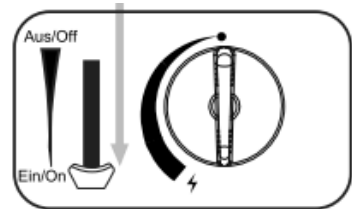

Abb. 7
3. Drücken Sie anschließend den Kartuschenarretierhebel (15) auf die **Ein/On**-Position (13) herunter. (Abb. 7)